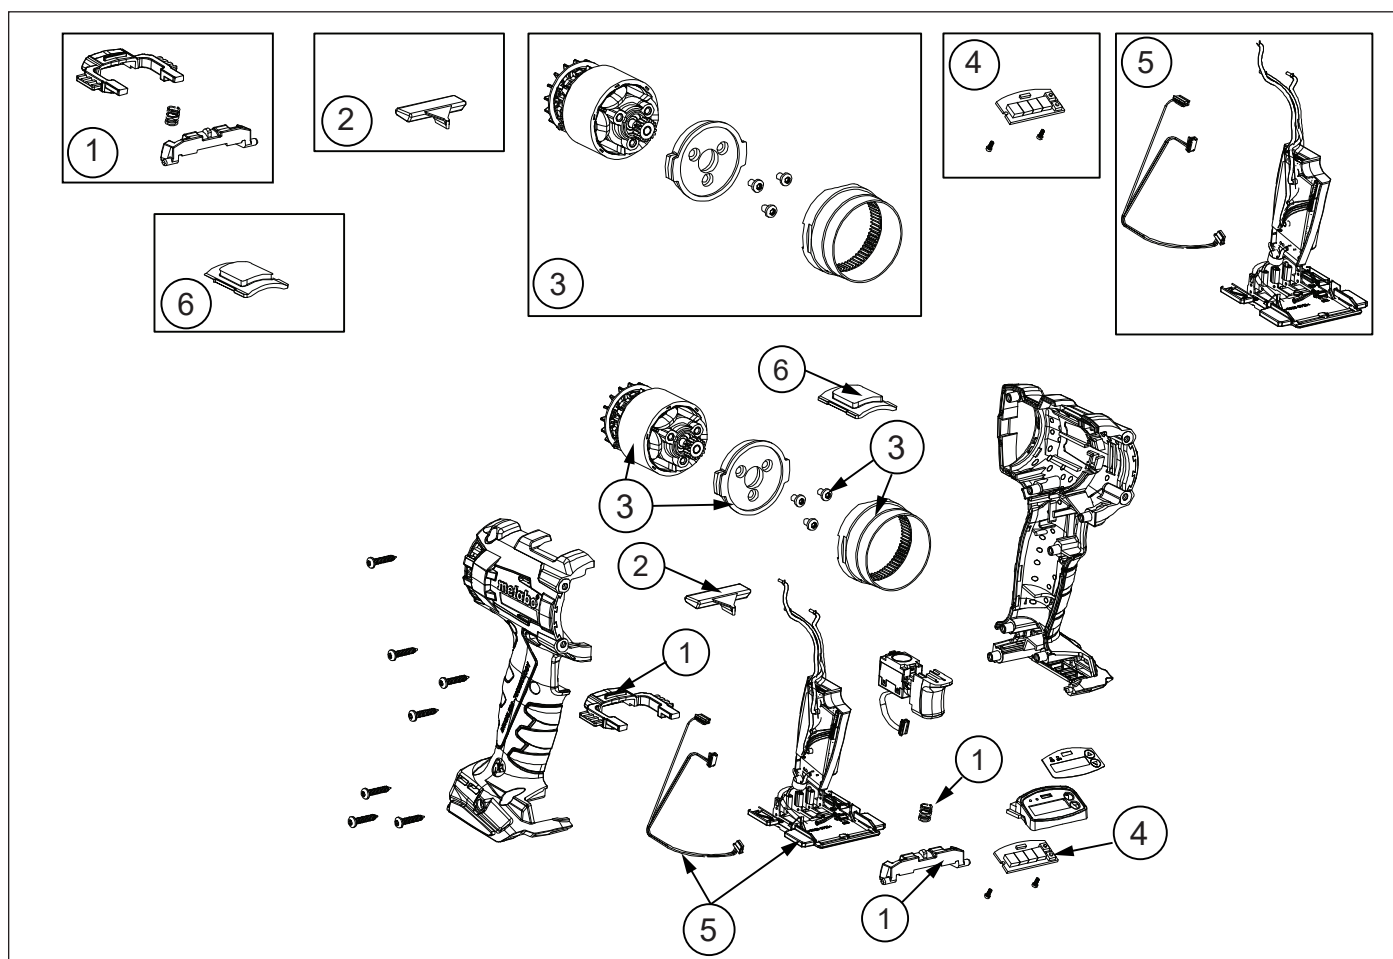

Figura 8: Kituri de service pentru mâner BTW
9.2.2 Kituri de service pentru mâner BTW (Figura 8)
9.3.1 Tabel cu piese (Figura 8)